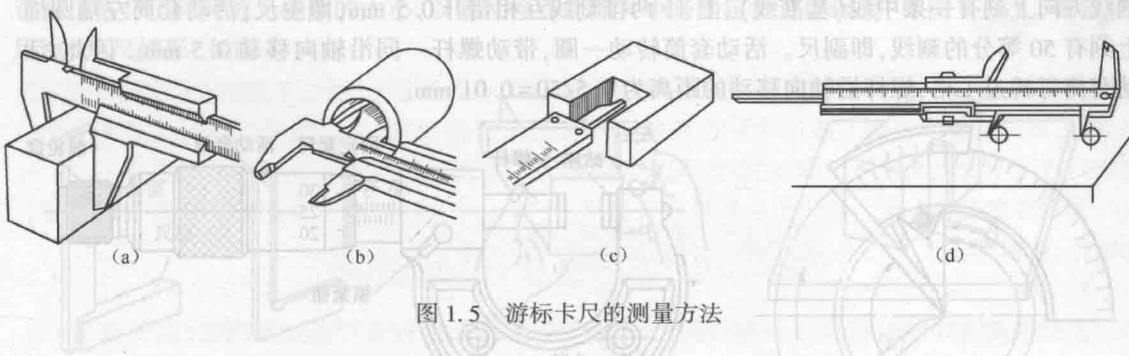

图 1.5 游标卡尺的测量方法
用游标卡尺测量工件的方法如图 1.5 所示，使用时注意事项：(1) 检查零线，(2) 放正卡尺，(3) 用力适当。